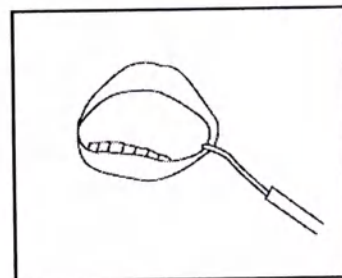

Рис. 9
4) Установите загубник на пациенте (Рис.9).